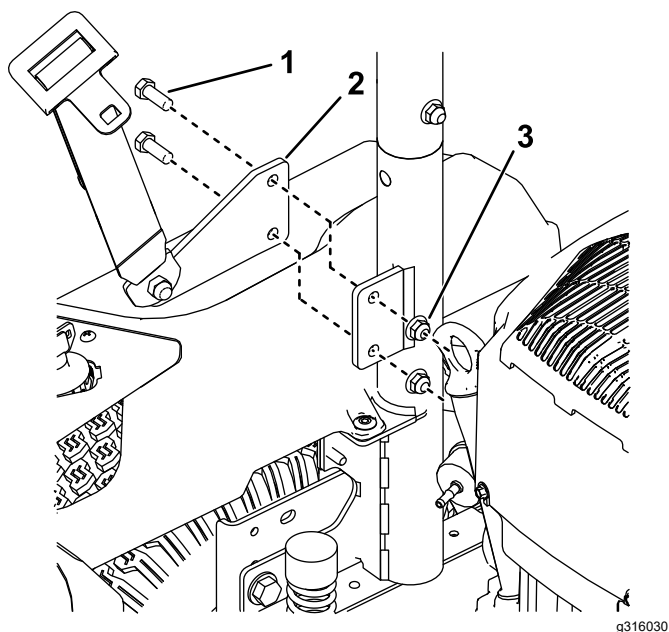

Figura 10
2. Montate le staffe delle cinture di sicurezza sull'esterno dei supporti del ROPS (Figura 10).
- 4. Montate la staffa sinistra del guscio sul telaio della macchina con 2 viti autofilettanti ($\frac{5}{16}$ " x $\frac{3}{4}$ " come mostrato nella Figura 10.